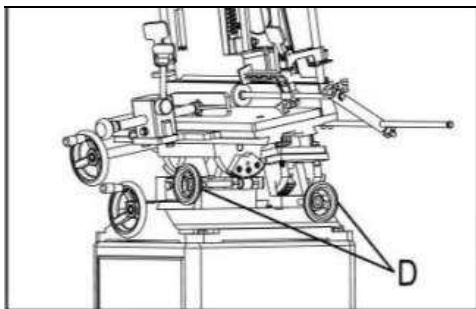
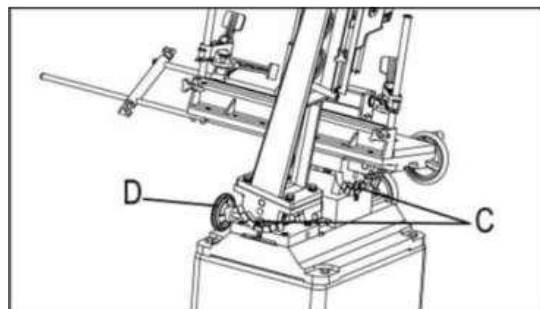

Fig 8
Fig 9
1. Desserrez le boulon (C). Voir fig. 8/ fig.9.
2. Faites pivoter la table pour régler l'angle à $\pm 20^\circ$ à l'aide de la manivelle (D) sur le support inclinable comme base.
3. Serrez le *boulon* (C).
Réglez la butée de profondeur à la profondeur de coupe requise. Voir figure 9.